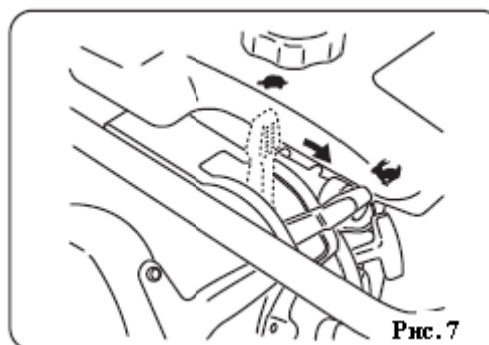

Рис. 7
1. Переместите рычаг дросселя из положения холостого хода (☛) в рабочее положение (☛) (рис. 7), чтобы включить вибротрамбовку. Медленное перемещение рычага может привести к неустойчивой работе, а также повреждению сцепления, пружин и виброноги.